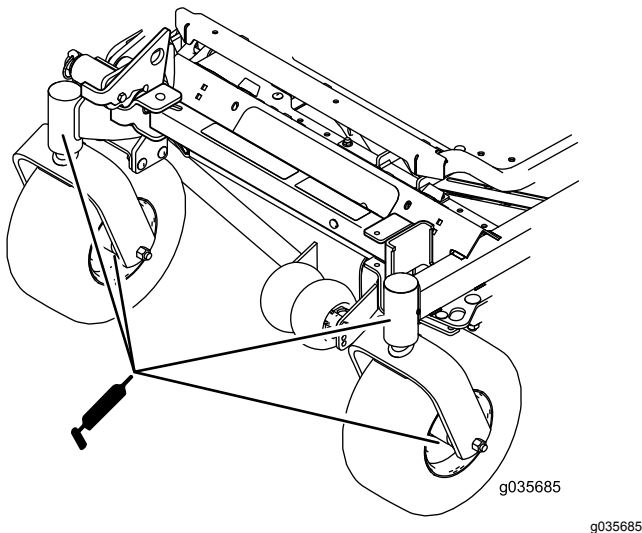

Figure 52
12. Remettez le bouchon hexagonal et le capuchon antipoussière en place (Figure 52).